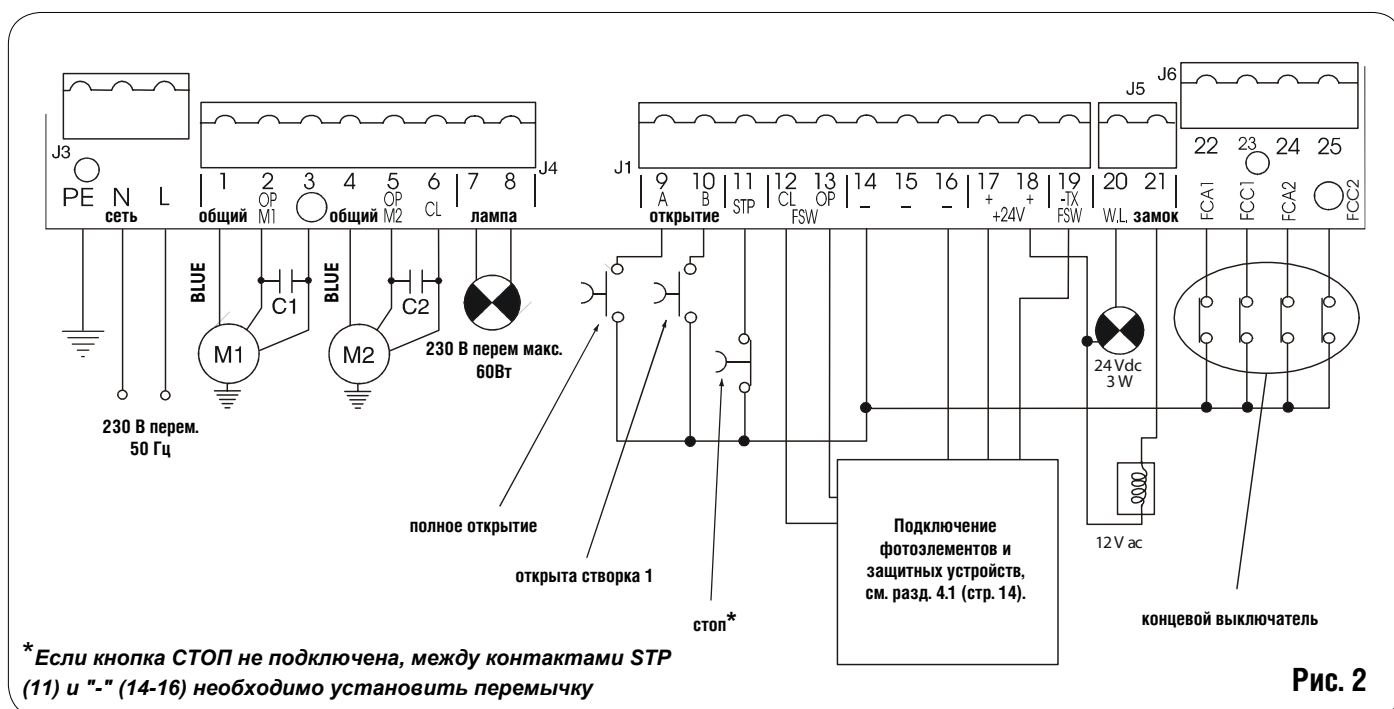

Рис. 2
Подсоедините провод заземления к соответствующей клемме на колодке J3 платы управления (см.рис.2).
4.4. Разъем J1 на блоке управления служит для подключения аксессуаров. (Рис.2)
4.5. Разъем J5 на блоке управления служит для подключения светового индикатора и электронного замка. (Рис.2)